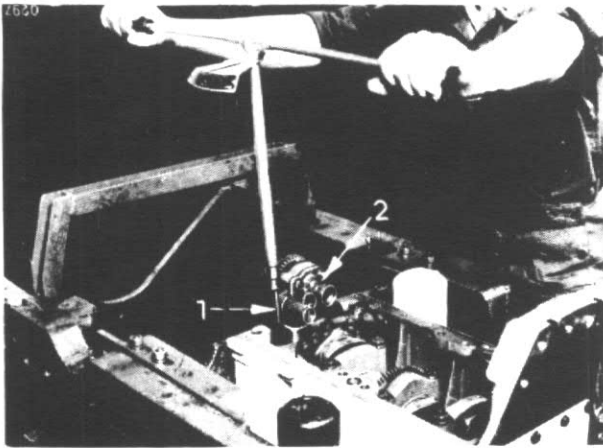

Figure 114
La pompe à huile est montée sur le chapeau de palier n° 1. Ces deux pièces peuvent être mises en place ensemble. Une clé spéciale (1) fig. 114 est nécessaire pour serrer la vis du chapeau du palier droit de vilebrequin. Après avoir serré les vis des chapeaux de paliers de vilebrequin, le vilebrequin doit tourner librement lorsqu'on l'entraîne à la main.